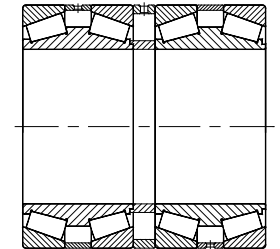

Abb. 2.15
**Vierreihige Kegelrollenlager** (Abb. 2.15) gehören ebenfalls zum Bedarfsserienprogramm. Sie sind einbaufertige Lagereinheiten und werden bei der Lagerung von Walzgerüsten verwendet. Aufgrund der vielen unterschiedlichen Abmessungen und Varianten gehören diese Lagereinheiten bereits zu den Sonderlagern, die von den Lagerherstellern auftragsbezogen gefertigt werden. Vierreihige Kegelrollenlager sind auf Anfrage lieferbar.